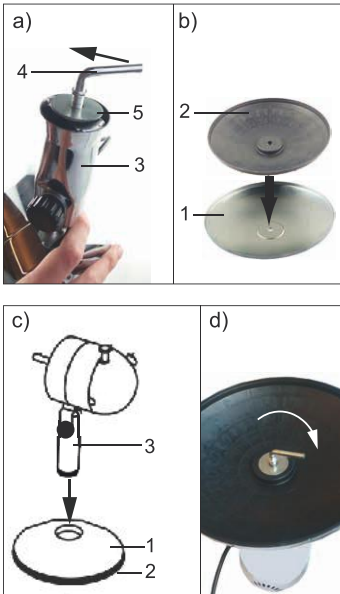

Fig.31: Montaje del soporte
1. Allentare la vite di fissaggio a L (4) dall'attacco.
2. Svitare in senso antiorario. Fig. 31 a).
3. Rimuovere la rondella (5) dall'attacco (3).
4. Inserire l'inserto come indicato nella fig. 31 b) nella base (1).
5. Posizionare l'attacco sulla base. Fig. 31 c). *L'attacco deve scivolare nell'apposita cavità.*
9. Avvitare la vite di fissaggio a L in senso orario. Fig. 31 d).
11. Svitare le 4 viti a croce (6) ruotando in senso antiorario dal blocco motore.
12. Spingere la griglia di protezione posteriore (7) con l'impugnatura verso l'alto sull'asse motore (14). *Gli occhielli della griglia di protezione (12) devono essere a filo con i fori (13) del blocco motore.*
13. Inserire le 4 viti a croce attraverso gli occhielli della griglia di protezione e nei fori (13) del blocco motore.